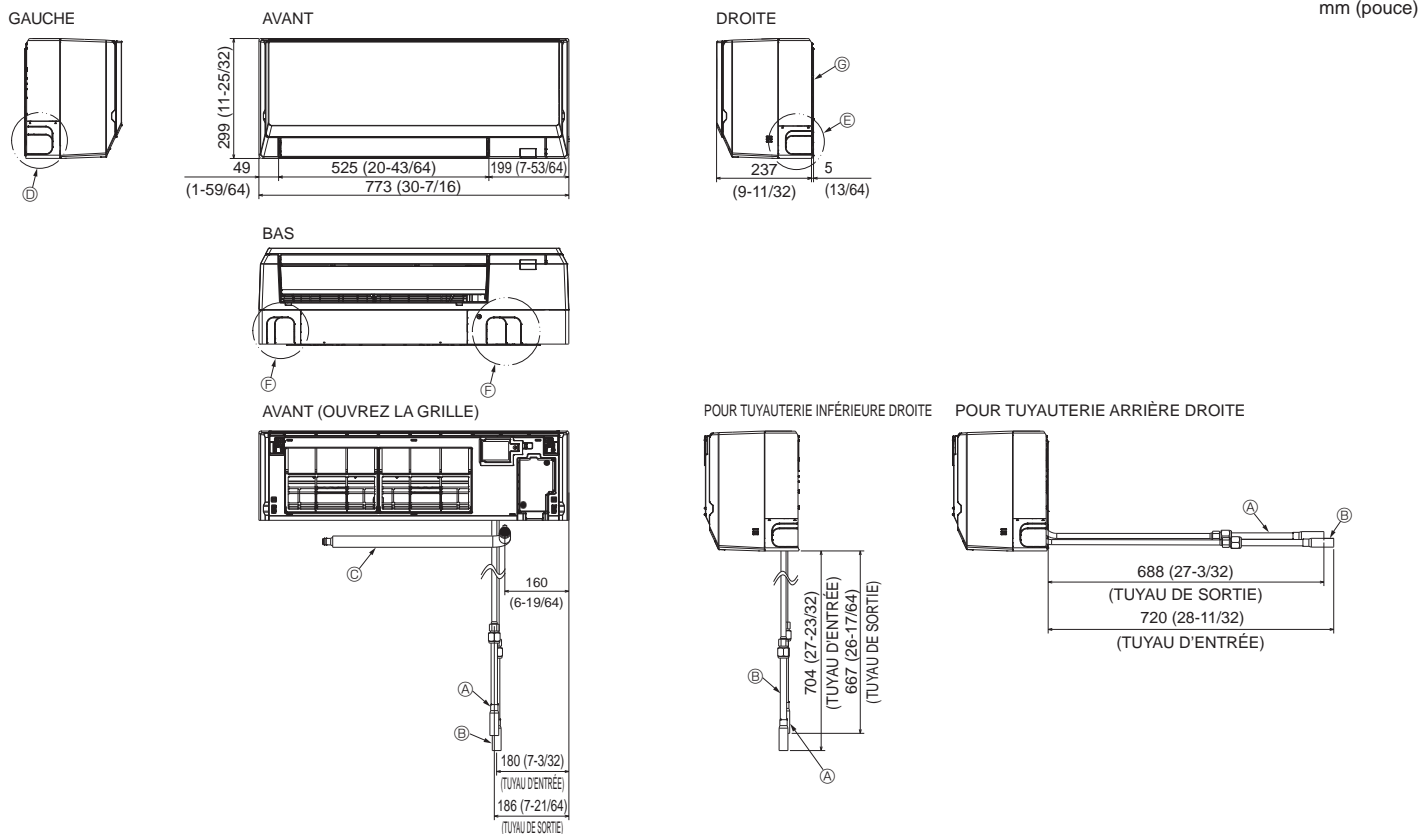

Fig. 4-5
4.2. Mise en place des tuyauteries d'eau et d'écoulement (Fig. 4-5, 4-6)
- Ⓖ Planche d'installation ①